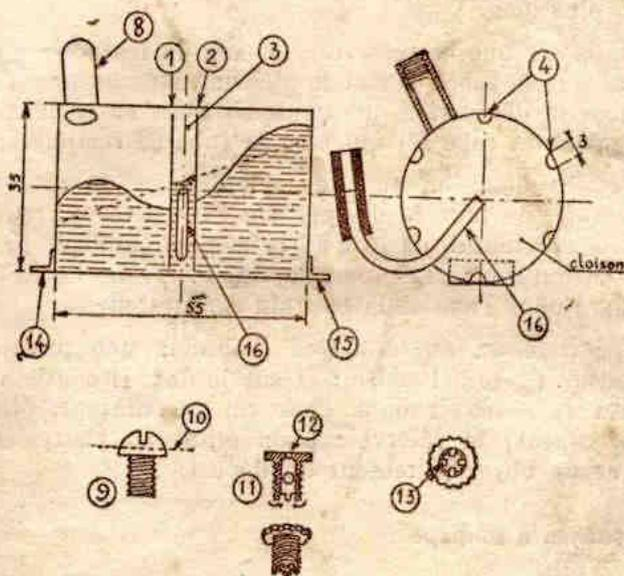

FIG. 21. — Réservoir pour l'alimentation sur le dos.
Deux cloisons (1) et (2) rapprochées, de part et d'autre du centre, permirent déjà le fonctionnement correct à l'endroit (fig. 21).
La moitié du réservoir représenté (fig. 21) est encore supérieure à la contenance habituelle des réservoirs.